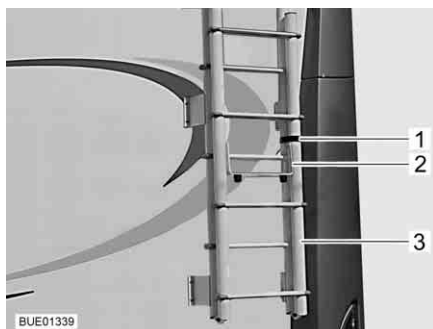

Bild 1 Hopfällbar steg, stegen uppfälld
- Lossa remmen (Bild 1,1) på stegen (Bild 1,3) baktill på fordonet.
- Fäll ut skyddsbygeln (Bild 1,2).